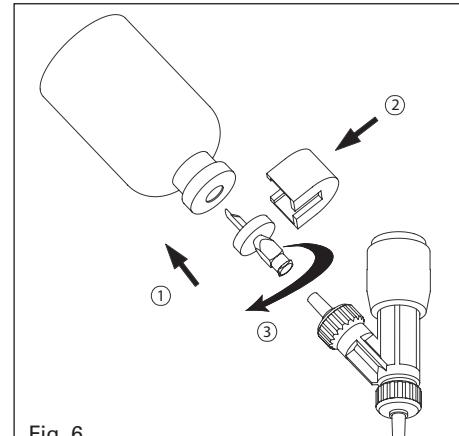

Fig. 6
For vaccine-type vial (Fig. 6), puncture rubber stopper with feed needle of optional vial holder (1) and slide bottle lock into place (2). Fix to male Luer intake valve cap (3). Prime before dispensing.
Flakons (Typ Impfstoff, Fig. 6): Gummistopfen mit der Saugnadel des Flaschenhalters (Zubehör) durchstechen (1) und Flaschenhalter-Schieber einführen (2). Flakon auf männliche Luer Ansaugventil-Kappe anschliessen (3). Vor Dosierung entlüften.
Flacons (type vaccin, Fig. 6): Percer le bouchon (1) avec l'aiguille du porte-flacon (accessoire) et glisser en place l'étrier (2). Connecter le flacon au capuchon Luer mâle de la soupape d'entrée (3). Amorcer avant le dosage.